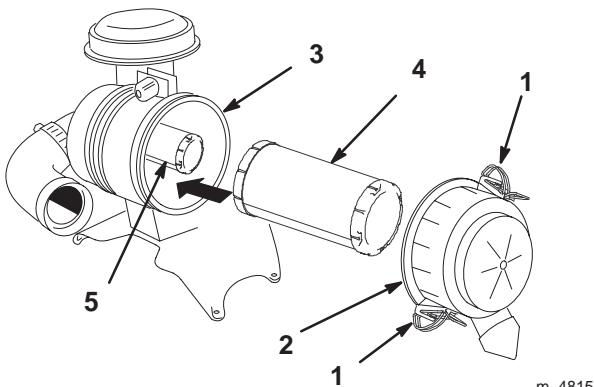

Figure 40
3. Ouvrez les dispositifs de verrouillage du filtre et ôtez le couvercle du corps du filtre (Fig. 40).
5. Sortez l'élément primaire du corps du filtre avec précaution (Fig. 40). Évitez de cogner l'élément à l'intérieur du corps.
2. Si vous remplacez l'élément de sécurité, insérez-le avec précaution dans le corps du filtre (Fig. 40).
3. Installez ensuite l'élément primaire sur l'élément de sécurité avec les mêmes précautions (Fig. 40). Assurez-vous qu'il est bien engagé en appuyant sur le rebord extérieur de l'élément quand vous l'installez.
4. Reposez le couvercle, le côté portant l'inscription UP étant tourné vers le haut, et fermez les dispositifs de verrouillage (Fig. 40).